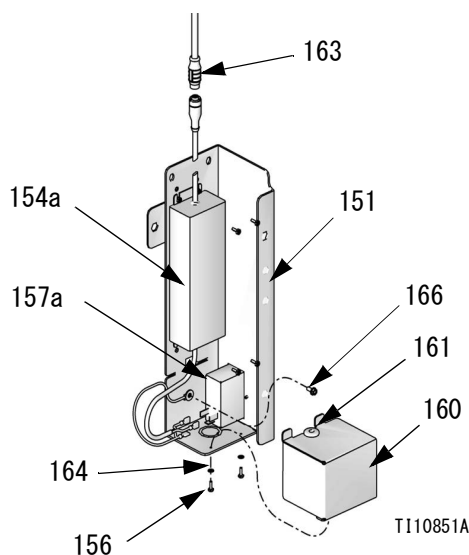

图 39
2. 電源入力モジュール (157a) および 100-240 Vac 電源 (154a) を電源取り付けブラケット (151) に取り付けます。
3. 電源出力ケーブルを CAN ケーブル (509) に接続します。図 39 を参照してください。
- b. 茶色ワイヤを「ライン (L)」に接続します。
- c. 青色ワイヤを「中点 (N)」に接続します。
5. 接地ネジ (166) を電源接地 (緑色) ピグテールワイヤの小穴付き端子を通して電源筐体 (151) に取り付け締付けます。
6. カバー板 (160)、ネジ (156)、およびワッシャ (164) を取り付けます。